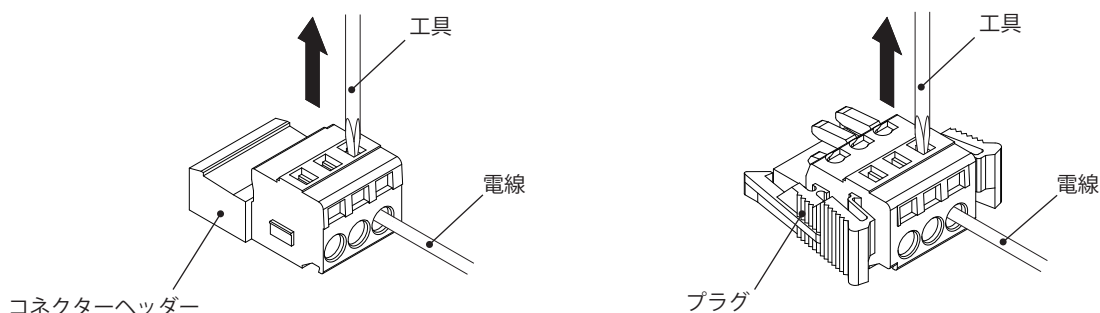

図6
- リリース部を押し込んだ状態で電線挿入穴に電線を奥まで挿入してください。(図6)
- 電線挿入後、リリース部から工具を外してください。(図6)